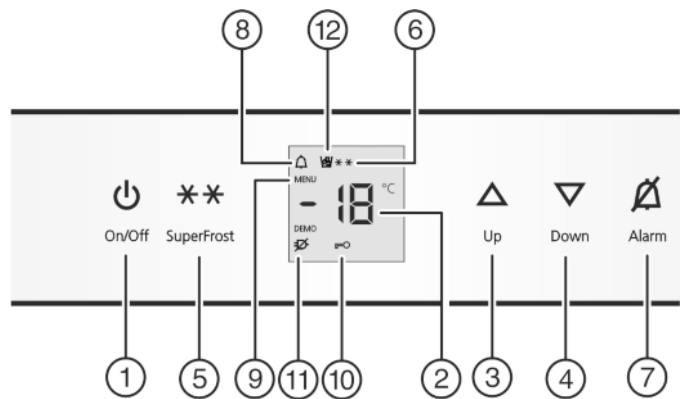

Fig. 2
- ▶ Nyomja meg a On/Off gombot *Fig. 2 (1)*.
- ▶ Beállítási mód aktiválása: Nyomja meg a SuperFrost gombot *Fig. 2 (5)* kb. 5 mp-re.
- ▷ Kigyullad a Menü ikon *Fig. 2 (9)*.
- ▶ A jóváhagyáshoz nyomja meg röviden a SuperFrost gombot *Fig. 2 (5)*.
- ▶ A gyermekbiztosíték bekapcsolásához nyomja meg röviden a SuperFrost gombot *Fig. 2 (5)*.
- ▷ A gyermekbiztosíték ikonja *Fig. 2 (10)* világít. A kijelzőn **c** villog.
- ▶ A gyermekbiztosíték kikapcsolásához nyomja meg röviden a SuperFrost gombot *Fig. 2 (5)*.
- ▷ A gyermekbiztosíték ikon *Fig. 2 (10)* kialszik. A kijelzőn **c** villog.
- ▶ Beállítási mód kikapcsolása: Nyomja meg a On/Off gombot *Fig. 2 (1)*.
- ▶ Nyomja meg a riasztás gombot *Fig. 2 (7)*.
Egyidejűleg villog a hőmérsékletkijelző és a riasztás ikon *Fig. 2 (8)*.
A figyelmeztető hangjelzés automatikusan elnémul, a riasztás ikon *Fig. 2 (8)* eltűnik és a hőmérsékletkijelző is abbahagyja a villogást, mikor a hőmérséklet újra eléggé alacsony.
- ▶ Hőmérséklet melegebbre állítása: Nyomja meg a Up állító gombot *Fig. 2 (3)*.
- ▶ Hőmérséklet hidegebbre állítása: Nyomja meg a Down állító gombot *Fig. 2 (4)*.